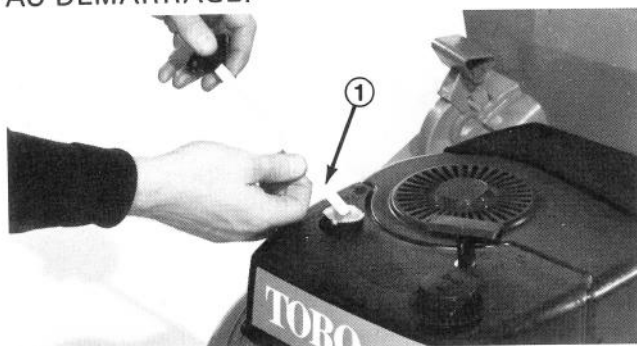

Figure 8
3. Enlevez la jauge de niveau d'huile en tournant le bouchon de 1/4 de tour vers la gauche (Fig. 8).
5. Essuyez le bout de la jauge et introduisez-la dans le goulot de remplissage. Tournez le bouchon de 1/4 de tour vers la droite. Retirez ensuite la jauge et vérifiez le niveau d'huile indiqué sur la jauge (Fig. 8). Si le niveau d'huile est bas, n'ajoutez que suffisamment d'huile pour amener le niveau à la marque "FULL" sur la jauge. **N'AJOUTEZ PAS D'HUILE AU-DELÀ DE CETTE MARQUE CAR LE MOTEUR RISQUERAIT D'ENDOMMAGER AU DÉMARRAGE.**